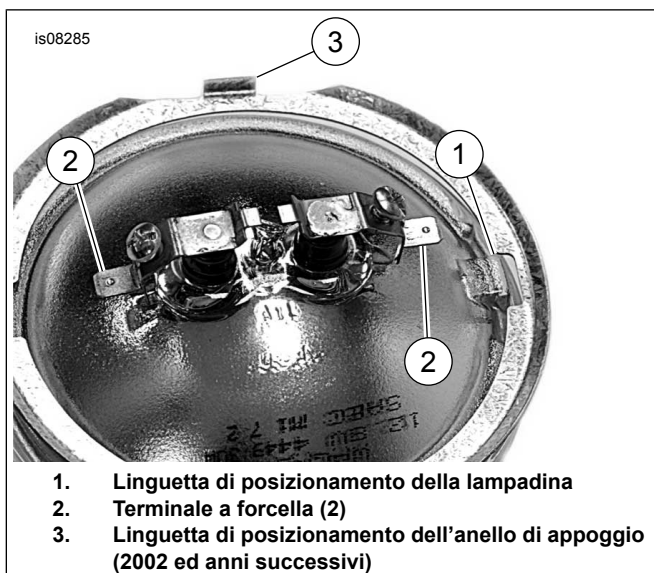

Figura 3. Terminali della lampadina della luce ausiliaria
7. Vedere Figura 3. Posizionare l'anello di appoggio interno sulla lampadina. Collegare il filo nero al terminale a forcella della lampadina in corrispondenza alla linguetta di posizionamento (1) sulla lampadina. Inserire il filo grigio nel terminale a forcella rimanente.
9. Far scorrere il tubo di protezione (7) dal kit oltre il filo della luce.